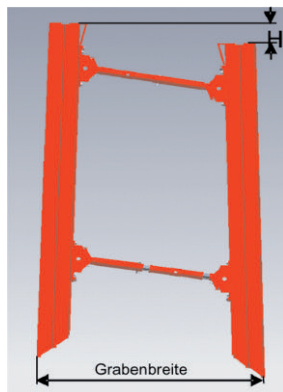

Bild 2
- i) Mit Strebenschlüssel an den Streben den unteren Abstand der Gleitschienen um 5 - 6 cm vergrößern (Bild 2).
Der max. Weg je Eindrückvorgang ergibt sich aus dem Bild 2. Bei einer Grabenbreite von 300 cm ergibt sich beispielsweise ein Weg von 30 cm. Bei einem Weg, größer als in Bild 2 angegeben, können Bau-teile der Verbaueinheit beschädigt werden.
- b) Platten und Gleitschienenpaare um den aufgefüllten Bereich herausziehen. Dabei muss mit den inneren Platten begonnen werden. Die Höhe des jeweiligen Auszuges richtet sich nach Bild 2.